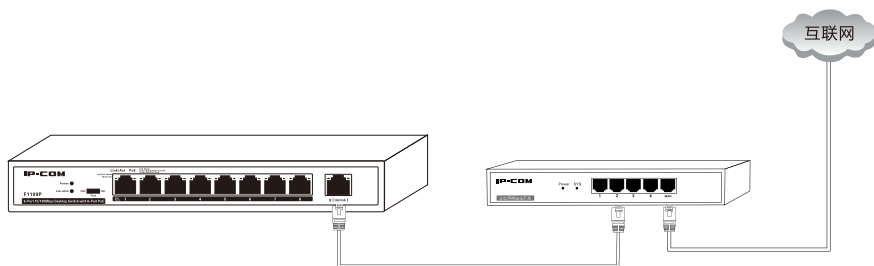

图 3-1 连接上级网络设备
**步骤 1：**用网线连接交换机的 9 ( Uplink ) 端口和上级网络设备 ( 交换机、路由器等 )，如图 3-1 所示。